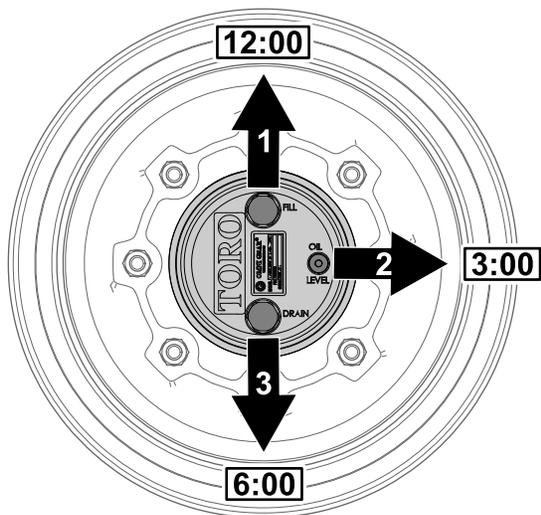

Figura 58
1. Parcheggiate la macchina su una superficie pianeggiante, posizionate la ruota in modo che il tappo di riempimento si trovi nella posizione a ore 12, il tappo di controllo nella posizione a ore 3 e il tappo di spurgo nella posizione a ore 6 (Figura 58).
2. Rimuovete il tappo di controllo nella posizione a ore 3 (Figura 58).
1. Parcheggiate la macchina su una superficie piana, posizionate la ruota in modo che il tappo di riempimento si trovi nella posizione a ore 12, il tappo di controllo nella posizione a ore 3 e il tappo di spurgo nella posizione a ore 6; fate riferimento alla Figura 58 in Controllo del lubrificante della trasmissione degli ingranaggi a ruotismo planetario (pagina 53).